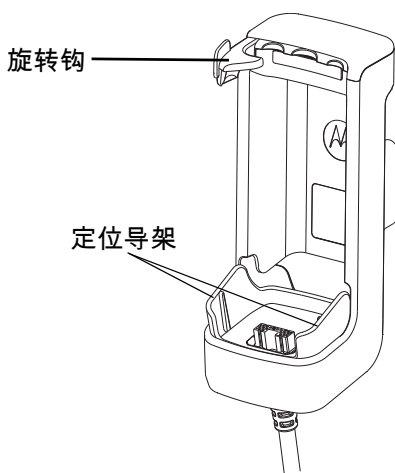

图 1. 带车载电源模块的 PMLN6182 充电座。
1. 将 TETRA 手持式对讲机放置到充电座 / 支架中时，应使 TETRA 手持式对讲机下方的槽对准下图 1 所示充电座 / 支架底部的定位导轨。
1. 顺时针按下转钩释放。(请参考第 3 页的图 1)。